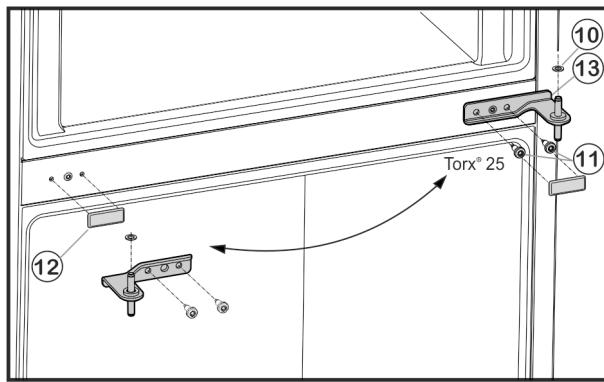

Fig. 6
- Открутите крепежные винты Fig. 6 (11) (2 шт. Torx® 25) и извлеките средний опорный кронштейн из нижней дверцы.
- Снимите пластиковую шайбу Fig. 6 (10).
- Осторожно снимите крышку Fig. 6 (12).
- Установите крышку Fig. 6 (12) на противоположной стороне.
- Вставьте средний опорный кронштейн Fig. 6 (13) с поворотом на 180° в нижнюю дверцу и прикрутите с помощью крепежных винтов Fig. 6 (11)(2 шт. Torx® 25) на новую сторону шарнира **(с моментом 4 Нм)**.
- Снова установите пластиковую шайбу Fig. 6 (10).
- Установите верхнюю дверцу на средний опорный кронштейн Fig. 6 (13).